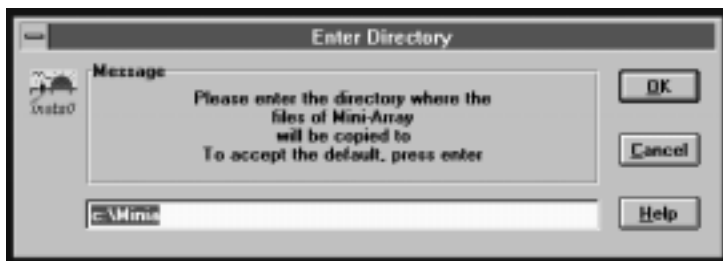

图14. MINI-ARRAY 软件安装：Enter Directory Screen
3. Enter Director对话框显示（如图14）。缺省目录为：c:/Minia.选择OK，进入缺省目录，或进入修改目录，然后选择OK。